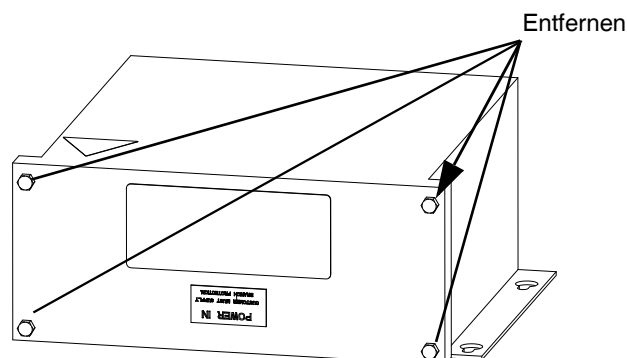

ABB. 8: Separater Transformator
- Die vier Schrauben am Transformator, wie in **Abb. 8** gezeigt, entfernen und die Front-Abdeckung abnehmen.